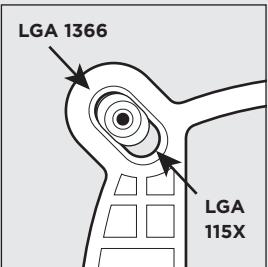

figure 1
- For LGA 115X installation, slide the backplate pins inside (figure 1).
- For LGA 1366 installation, slide the backplate pins outside (figure 1).
- Pour l'installation sur un socket LGA 115x, faites glisser les broches de la plaque arrière vers l'intérieur (figure 1).
- Pour l'installation sur un socket LGA 1366, faites glisser les broches de la plaque arrière vers l'extérieur (figure 1).
- Schieben Sie die Stifte der Rückwand nach innen, um LGA 115X zu montieren (Abbildung 1).
- Schieben Sie die Stifte der Rückwand nach innen, um LGA 1366 zu montieren (Abbildung 1).
- При установке LGA 115X задвиньте штырьки внутрь (Рис. 1).
- При установке LGA 1366 задвиньте штырьки наружу (Рис. 1).
- 要安装LGA 115X, 请将背板针脚插入(图1)。
- 要安装LGA 1366, 请将背板针脚拔出(图1)。